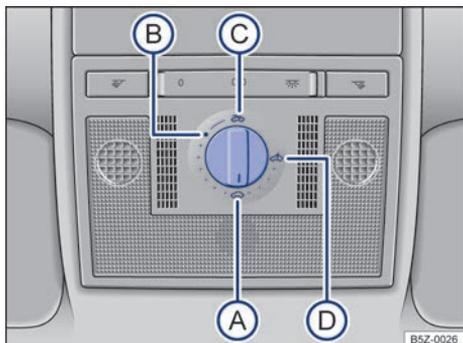

Fig. 34 En el guarnecido del techo: mando giratorio del techo solar.
Gire el mando ⇒ fig. 34 hasta la posición deseada para regular las siguientes posiciones del techo solar:
- Gire el interruptor a la posición ⇒ fig. 34 (A) y tire hacia abajo en la zona posterior hasta que el techo solar quede completamente cerrado.